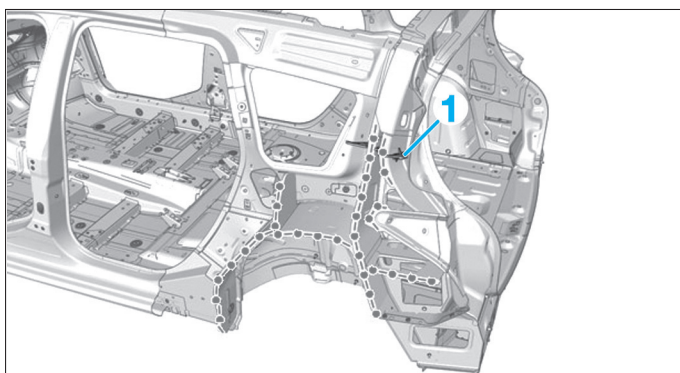

FIG. 178
- Positionner l'insert gonflant (1) (Fig.178).